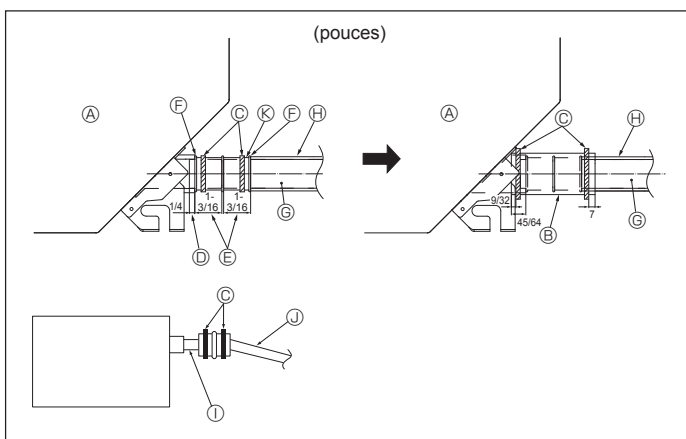

Fig. 5-2
1. Raccorder la prise d'écoulement (fourni avec l'appareil) au port de drainage. (Fig. 5-2) (Apposer le tube à l'aide de ruban adhésif en PVC puis le fixer avec une sangle.)